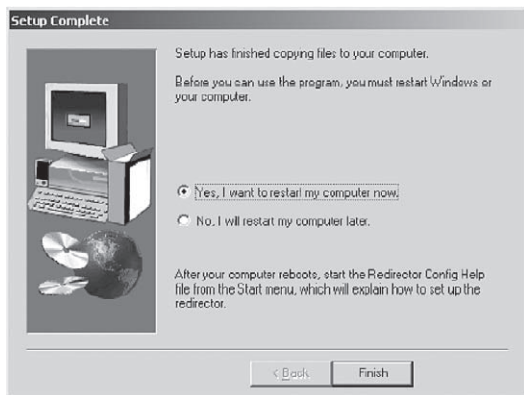

Рис. 21. Окно окончания установки
- После завершения установки появится диалоговое окно *Setup Complete* («установка завершена», рис. 21).